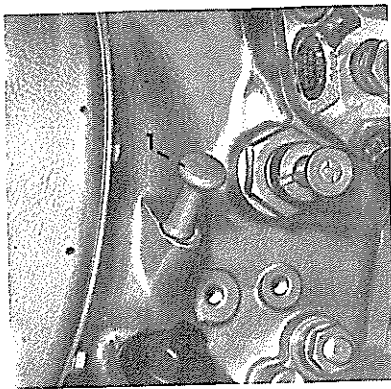

Fig. 12
- Vérification du niveau : par la jauge 1 Fig. 12
- Oil level is checked by dipstick 1 Fig. 12